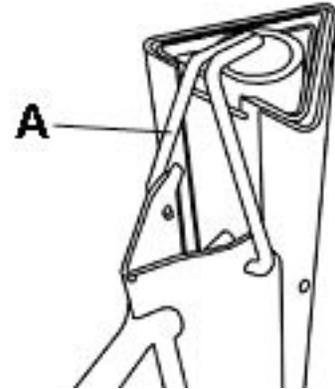

FIGURE 14
- 5) Pivotez le crochet de retenu (A) Fig.14 par dessus le haut des potaux télescopiques pour les empêchés de bouger pendant le transport ou l'entreposage.